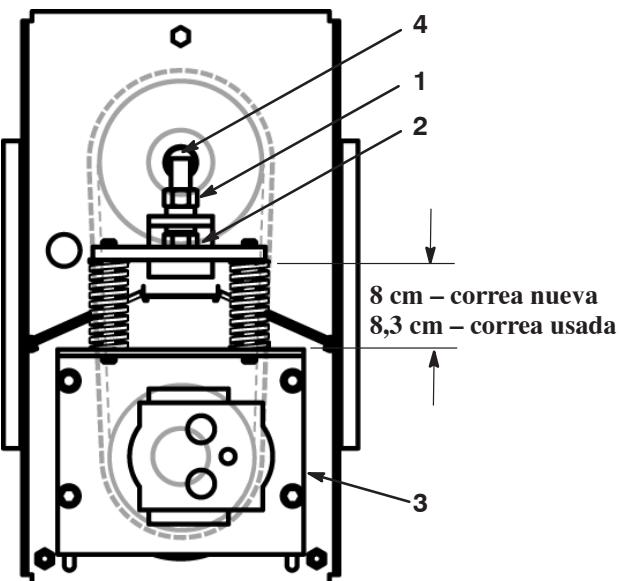

Figura 66
- Apriete el perno tensor hasta que los muelles estén comprimidos a la dimensión indicada en la figura 66.
11. Apriete el perno tensor hasta que los muelles estén comprimidos a la dimensión indicada en la figura 66.